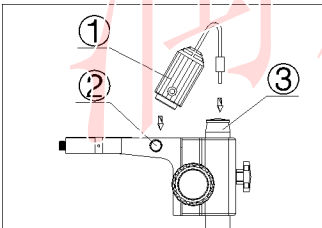

图 6
- (一) 把照明器组件①的凸台对着灯源固定螺钉②插入托架，然后旋紧螺钉；（如图 6）
- (二) 把电线插头插到立柱③的插座上。